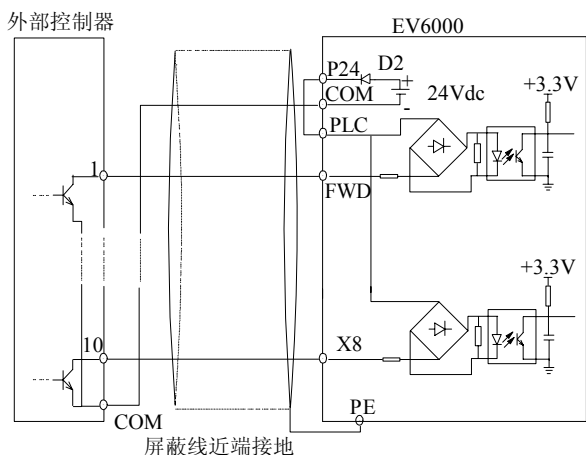

图4-19 使用变频器内部+24V 电源的源极连接方式
1) 使用变频器内部+24V 电源,外部控制器为 NPN 型的共发射极输出的连接方式,如图 4-19 所示。